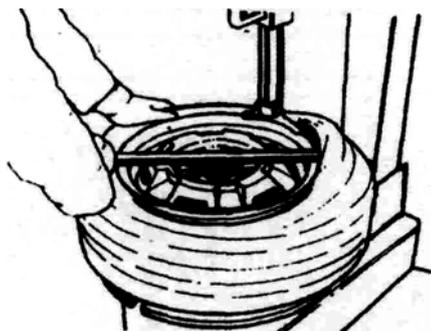

Рис. 13
4. Подцепите борт шины на монтажную головку с помощью монтажной лопатки и нажмите педаль 8 (на рис.2 - 8, на рис.3 - 2), чтобы привести стол во вращение по часовой стрелке. Дождитесь полного отделения борта (рис.13). Рекомендуется помещать монтажную головку примерно в 10мм справа от воздушного клапана камеры (если таковая имеется), чтобы не повредить камеру.